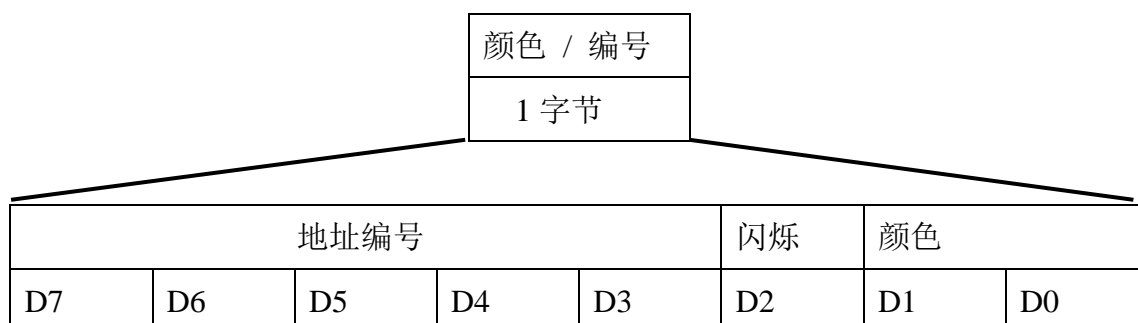

图 A.2 颜色 / 编号数据格式
- (1) 帧头：2 字节，固定数值为 55H、AAH，表示一帧的开始；
- (2) 倒计时显示器数量：1 字节，1~32 个，数值用 16 进制表示。用来说明本包数据内倒计时显示器具体数量，最大支持到 32 个倒计时显示器。
- (3) 数据区：N X 2 字节，N 为倒计时显示器数量。每个倒计时显示器用 2 个字节描述，分别为颜色 / 编号和显示数据。“颜色 / 编号”数据格式见图 A.2。显示数据：(1~255) s，数值用 16 进制表示：